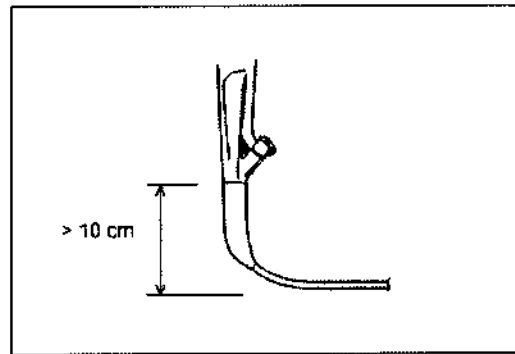

Figura 4.2
- La sección de inserción no debe doblarse cerca del manguito de protección con un radio inferior a 10 cm. De lo contrario, la sección de inserción podría dañarse (véase la figura 4-2).